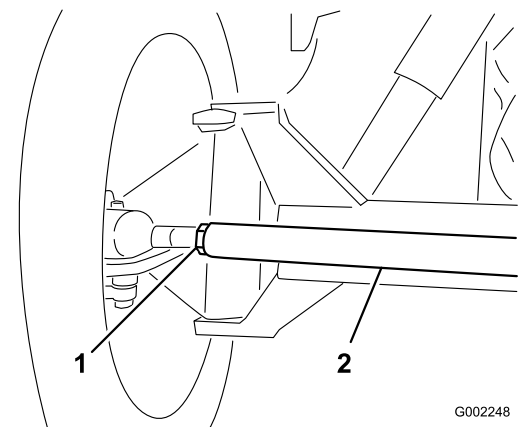

Figura 136
3. Si la distancia no está en el intervalo especificado, afloje las contratuercas en ambos extremos de la biela (Figura 136).